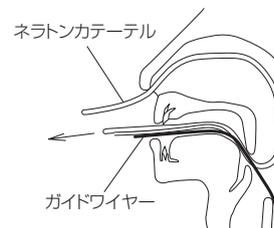
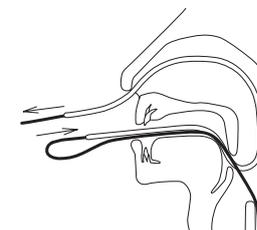
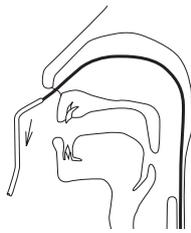

図16
図17
図18
3. ネラトンカテーテルの表面にイレウスチューブ挿入用薬剤を塗布し、鼻腔よりネラトンカテーテルを挿入し、口腔より引き出す (図16)。ネラトンカテーテル内に潤滑液を注入し、そのネラトンカテーテルの口腔側のガイドワイヤーを挿入して鼻腔より引き出す (図17)。ガイドワイヤーを引き出した後、ネラトンカテーテルを鼻腔より抜去する (図18)。